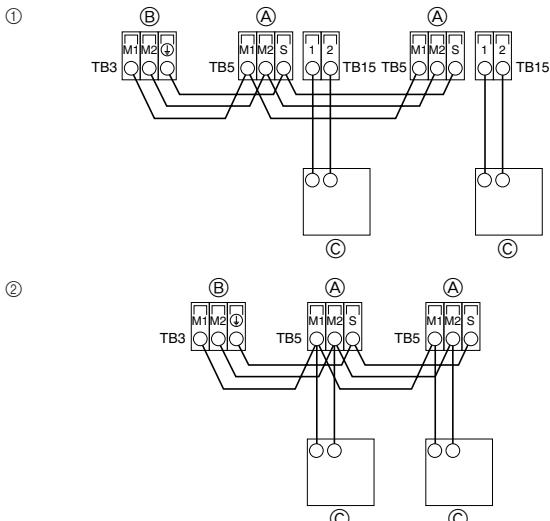

Fig. 4-2
4.2. Anschluß der Fernbedienungs-, Innen- und Außenübertragungskabel (Fig. 4-2)